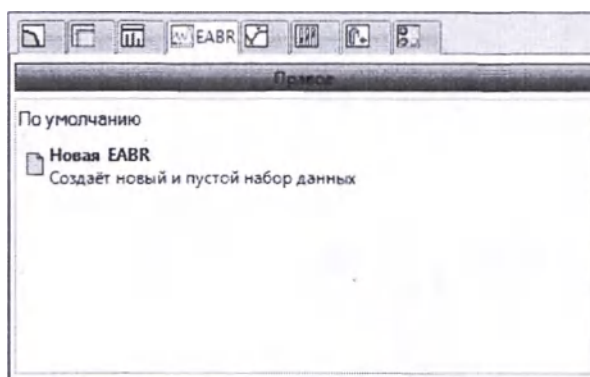

Рис. 71 Диалоговое окно открытия задачи «EABR»
1. При нажатии кнопки Новая задача открывается диалоговое окно задачи, показанное на рис. 71, в котором можно выбрать вкладку «EABR» и открыть EABR, щелкнув строку Новая EABR.